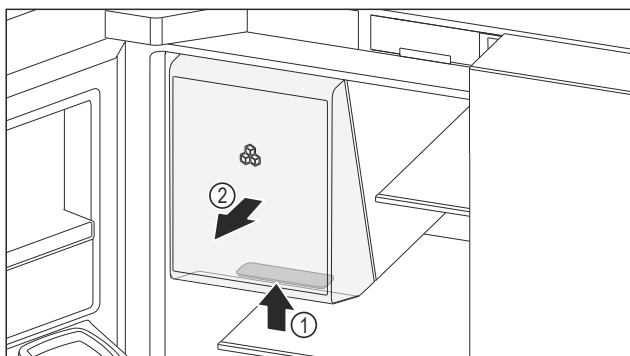

Fig. 164 Изваждане на отделение за съхранение на лед
- ▶ Хванете отдолу вдлъбнатия захват Fig. 164 (1) на отделението за съхранение на лед и едновременно издърпайте напред отделението за съхранение на лед Fig. 164 (2).